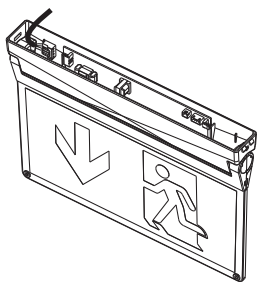

Figure : 3
6. Connectez la fiche de la batterie à la prise (figure 3).